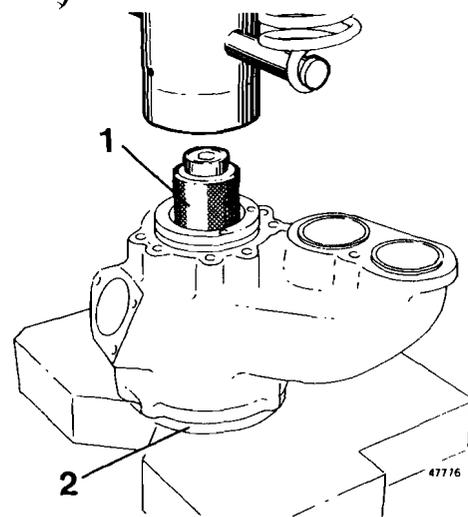

Fig. 248
- 16 Engrasar el retén del eje. Poner el retén en el extremo del eje e introducir el retén\*, véase fig. 248.